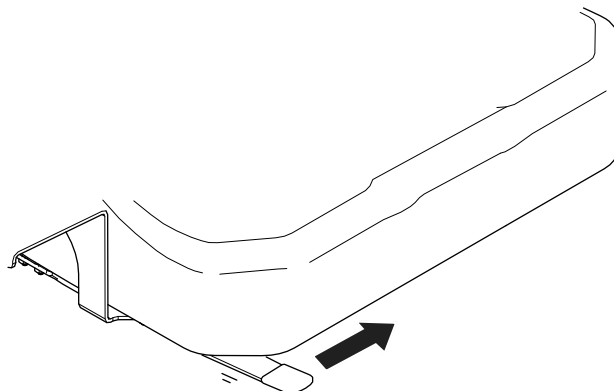

Figura 12
- **Modello 32301:** spostate la leva a sinistra (Figura 12), spostate il sedile in una posizione comoda, quindi rilasciate la leva di bloccaggio per fissare la posizione del sedile.